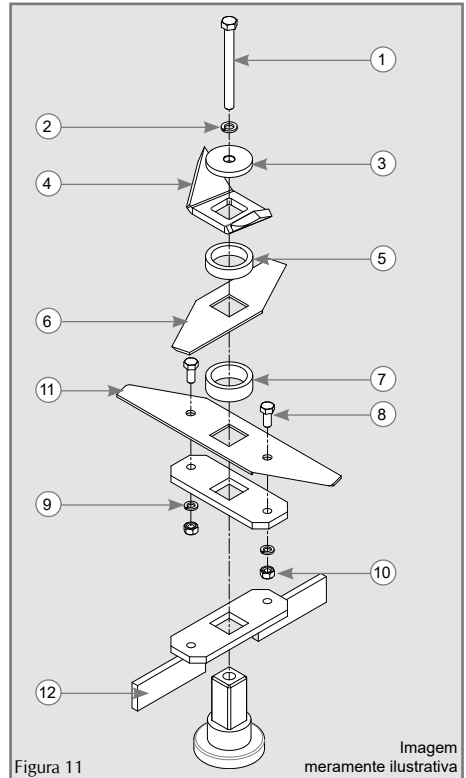

Figura 11
- ✓ Para realizar a afiação, proceda conforme descrito a seguir (figura 11):
1. Retire o parafuso (1), a arruela de pressão (2), a arruela lisa (3) e a lâmina superior (4).
2. Após, retire o separador de 12 mm (5), e a lâmina inferior (6).
3. Em seguida, retire o separador de 16 mm (7), os parafusos sextavados (8), a arruela de pressão (9), a porca (10) e a lâmina inferior (11).
4. Verifique o alinhamento do arrastador (12) antes de concluir a montagem do conjunto de facas, se for necessário efetue o alinhamento dos arrastadores para evitar vibração excessiva do conjunto de corte.